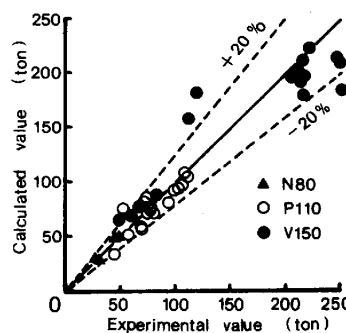
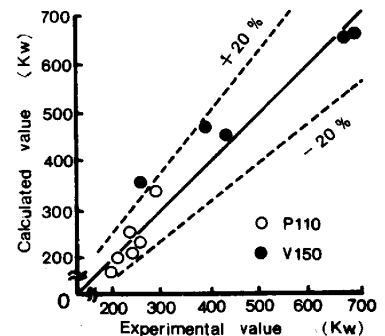

Fig.3 Comparison of load
Fig.4 Comparison of motor power consumption
3. 計算および圧延結果 Fig.3 に圧延荷重, Fig.4 にモ-ター消費電力について, 実測値と予測計算値の比較を示す。同図より, (2), (3), (6) 式により, 圧延荷重およびトルクが精度良く計算されることが明らかである。